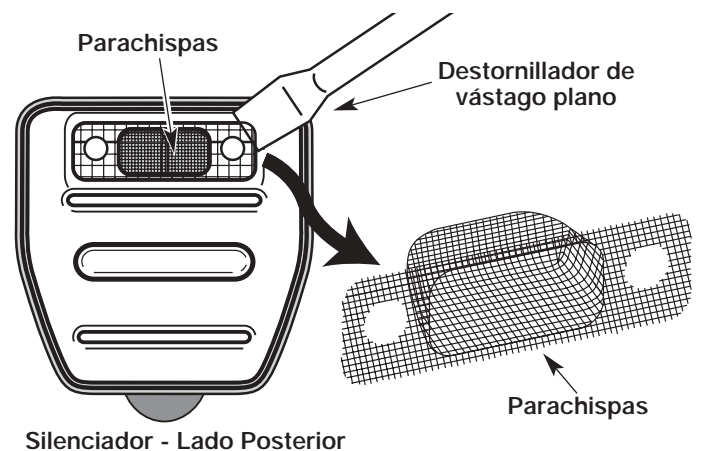

Fig. 42
4. Despegue cuidadosamente el parachispas con un destornillador de punta plana del orificio en bajo relieve (Fig. 42). Quite el parachispas del silenciador.
5. Limpie el parachispas con un cepillo de cerdas metálicas. Cámbielo si está dañado o si no lo puede limpiar completamente. (Fig. 42).